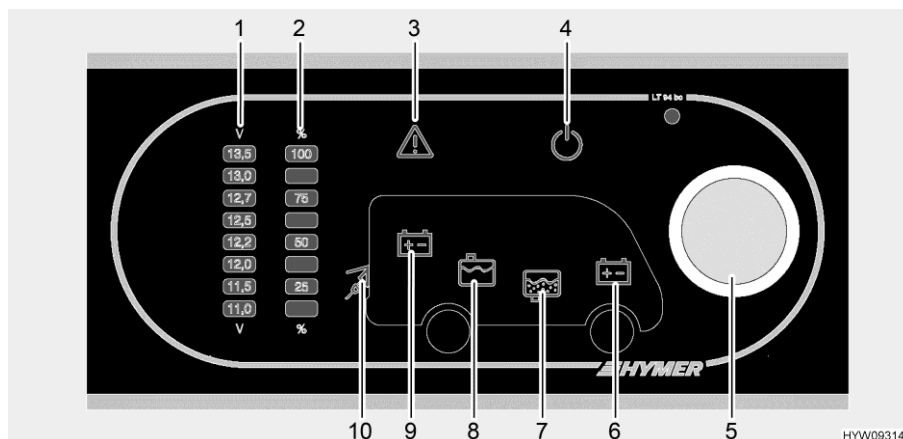

Fig. 103 Pannello di controllo (LT 94)
Il pulsante a rotazione (Fig. 103,5) inserisce o disinserisce il pannello di controllo e l'alimentazione a 12 V dell'abitacolo.
- Accensione:** ■ Premere il pulsante a rotazione (Fig. 103,5): L'alimentazione a 12 V dell'abitacolo è inserita. La spia di controllo a 12 V (Fig. 103,4) diventa verde.
- Spegnimento:** ■ Premere il pulsante a rotazione (Fig. 103,5): L'alimentazione a 12 V dell'abitacolo è disinserita. La spia di controllo a 12 V (Fig. 103,4) si spegne.
Mediante il pulsante a rotazione (Fig. 103,5) si possono interrogare sia la tensione della batteria dell'abitacolo che la tensione della batteria di avviamento. La tensione viene visualizzata sulla scala indicatore per la tensione della batteria (Fig. 103,1).
- Indicazione:** ■ Ruotare il pulsante a rotazione (Fig. 103,5), finché si accende il simbolo della batteria della quale deve essere interrogata la tensione.
Viene indicata la tensione della batteria dell'abitacolo (Fig. 103,9)
Viene indicata la tensione della batteria di avviamento (Fig. 103,6)
- Leggere la tensione sulla scala indicatore della tensione della batteria (Fig. 103,1).
Mediante il pulsante a rotazione (Fig. 103,5) si possono interrogare sia il livello del serbatoio dell'acqua che il livello del serbatoio delle acque grigie. Il livello viene visualizzato sulla scala indicatore livello dei serbatoi (Fig. 103,2).
■ Ruotare il pulsante a rotazione (Fig. 103,5), finché si accende il simbolo del serbatoio del quale deve essere interrogato il livello.
Viene indicato il livello del serbatoio dell'acqua (Fig. 103,8)
Viene indicato il livello del serbatoio delle acque grigie (Fig. 103,7)
- Leggere il livello sulla scala indicatore del livello serbatoio (Fig. 103,2).
La spia luminosa Alarm (Fig. 103,3) lampeggia non appena i valori limite fissati vengono superati per eccesso o per difetto.
La spia luminosa Alarm (Fig. 103,3) lampeggia non appena la tensione della batteria scende al di sotto di 11 V. Se l'alimentazione a 12 V è accesa, si accende anche il relativo simbolo della batteria (Fig. 103,6 o 9), e l'indicatore "11,0" sulla scala indicatore della tensione della batteria (Fig. 103,1) lampeggia. Rischio di uno scaricamento totale della batteria.
La spia luminosa Alarm (Fig. 103,3) lampeggia ed il relativo simbolo del serbatoio (Fig. 103,7 o 8) si accende non appena il serbatoio dell'acqua è vuoto o il serbatoio delle acque grigie è pieno.
La spia di controllo a 230 V (Fig. 103,10) si accende quando all'ingresso della centralina elettrica è presente una tensione di rete.